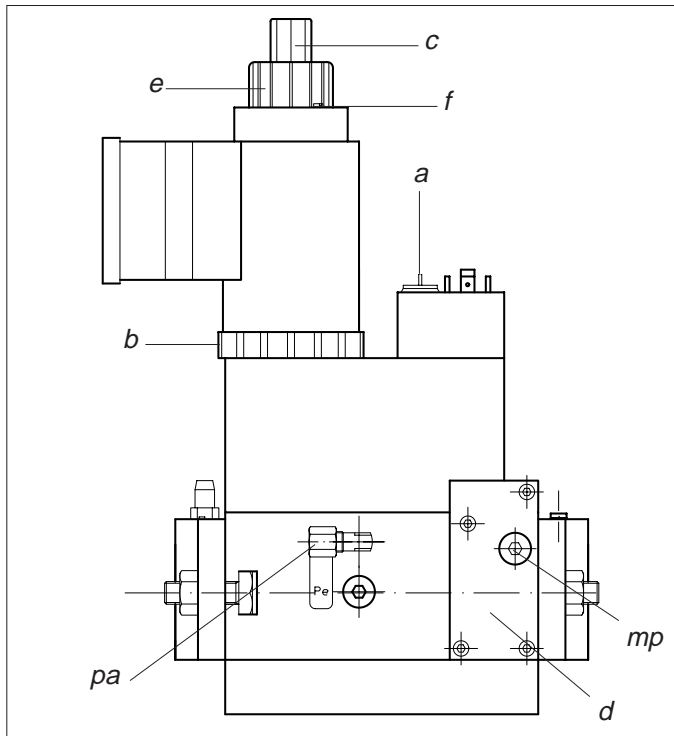

Fig. 10 Multibloc Dungs MB-ZRDLE B01-S52 (2 allures)
- Reprendre et affiner les réglage de débit de 1ère et 2ème allure (pour le gaz propane seulement pleine allure) en agissant sur les réglages du Multibloc Dungs MB-ZRDLE B01-S52 comme indiqué dans fig. 10.